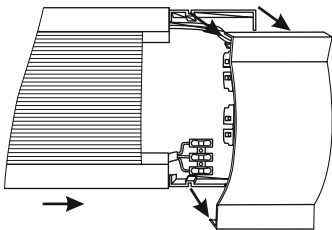

Рисунок 2.
- Снимите со светильника боковые крышки, рассеиватель (рисунок 2).